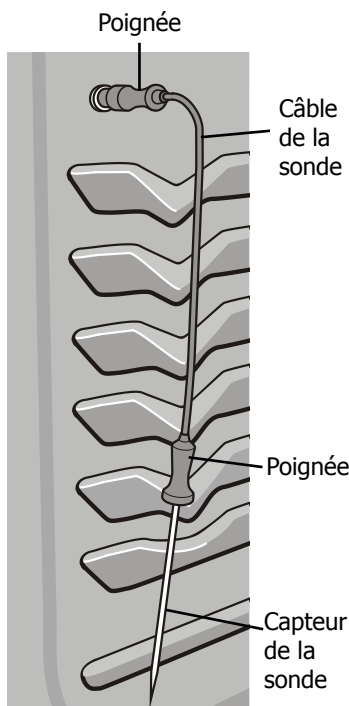

Fig. 1
- Pour éviter d'endommager la sonde, **n'utilisez pas** d'ustensiles tels que des pinces de cuisine pour tirer sur le câble ou les poignées de la sonde. En tout temps, insérez et retirez la sonde à l'aide des ses poignées (fig. 1) et utilisez toujours des maniques pour vous protéger les mains contre les brûlures.